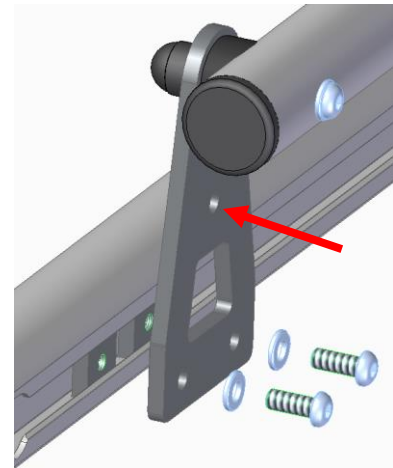

Abbildung 5
Das Anbaurohr für die Befestigungskrallen (2) wird am Querträger mithilfe der Linsenkopfschrauben, Unterlegscheiben und Nutensteinen, die in die Nut des Querträgers geschoben werden, montiert (Abb. 5). An diesem Rohr können dann die Befestigungskrallen (3+4+5+6) befestigt werden (siehe Titelbild der Anleitung). Je nach Montage des Auslegers und Querträgers muss das Anbaurohr für die Befestigungskrallen von den Blechen abmontiert und im unteren Loch der Bleche montiert werden (Pfeil in Abb. 5).